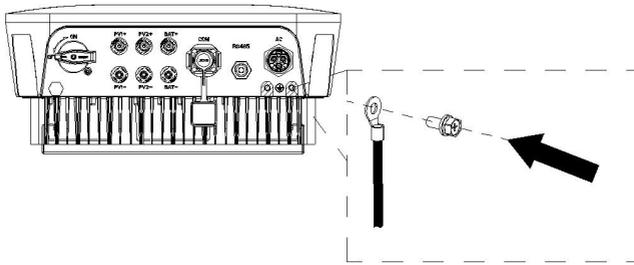

Рис. 5.2 Схема фотовольтаического заземления
(1) Как показано на рис. 5.2, подключите выходной провод фотовольтаического кабеля к разъему постоянного тока инвертора. Ослабьте крепежную гайку разъема; снимите 15 мм изоляционного слоя кабеля постоянного тока и с помощью обжимных клещей плотно прижмите стандартную металлическую клемму. Момент затяжки водонепроницаемой части на конце составляет 2,5–3 Нм. Способ подключения положительного и отрицательного разъемов одинаковый. Убедитесь, что положительный и отрицательный полюса фотовольтаического кабеля правильно соответствуют положительному и отрицательному разъемам, затем прочно соедините их;